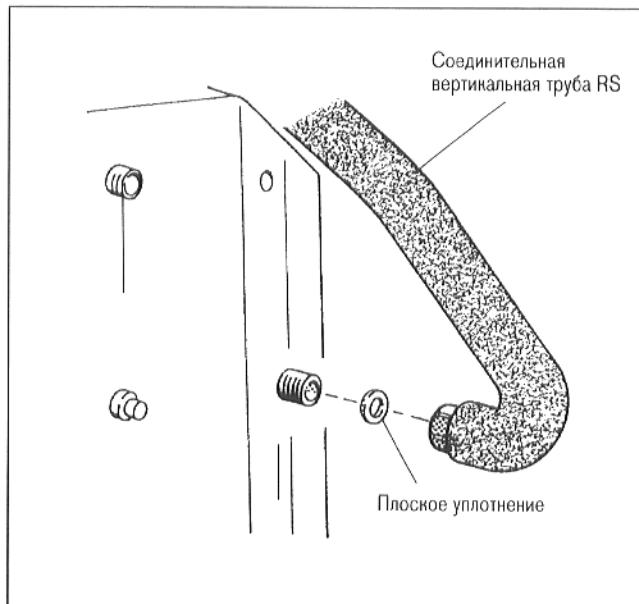

Рис. 7
- Вложить плоское уплотнение в накидную гайку короткого ответвления соединительной вертикальной трубы RS и привинтить трубу к месту подключения возвратной линии бойлера. (рис. 7).